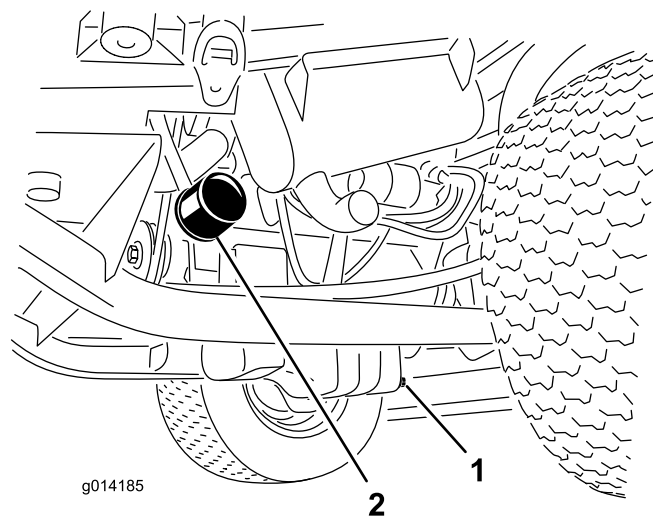

Figure 34
1. Retirez le bouchon de vidange (Figure 34) et laissez couler l'huile dans un bac de vidange.